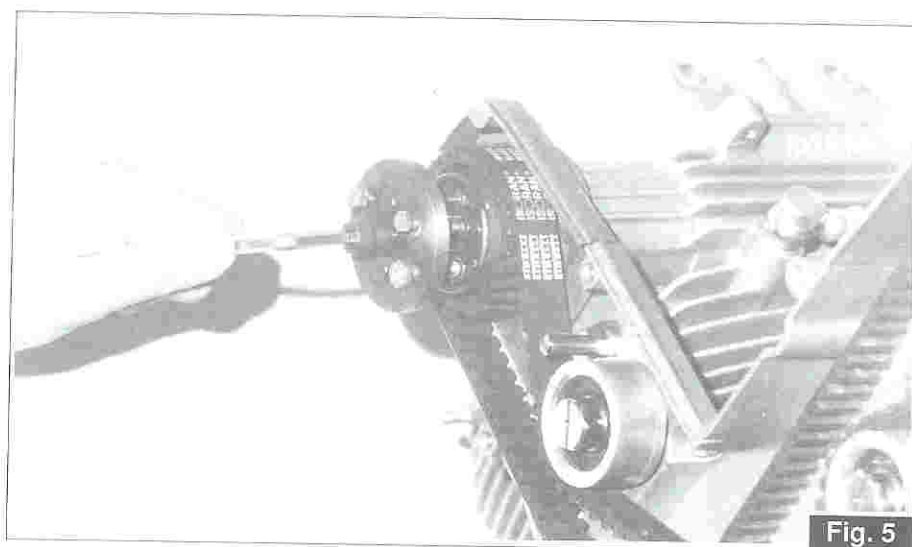

Fig. 5
- L'ingranaggio di trascinamento delle pulegge sugli alberi a camme può essere tolto utilizzando l'apposito attrezzo estrattore cod. 30 94 83 00 (fig. 5/6). Allentare il tendicinghia e togliere le pulegge di comando distribuzione.
- The pulley drive gear on the cam shafts can be removed using the appropriate extractor tool cod. 30 94 83 00 (fig. 5/6). Loosen the belt stretcher and remove the timing system command pulleys.